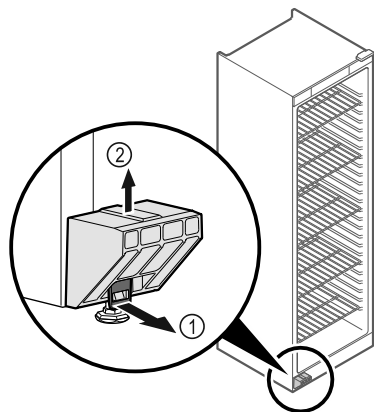

Fig. 4
- ▶ Beugel Fig. 4 (1) naar voren trekken.
- ▶ Transportbeveiliging Fig. 4 (2) naar boven toe lostrekken.